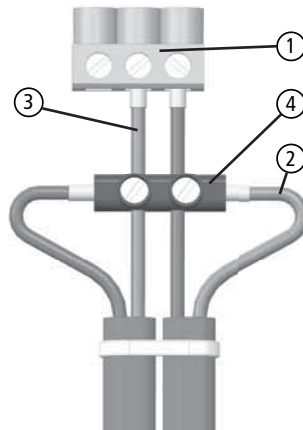

Abb. 3.11 Verkleben von 2 Türschaltern bei Geräten mit 2 Türen (DS-Version)
- ③ die braune Ader des ersten Türschalters im Anschluss-Stecker anschließen - in der mittleren Klemme,
- ④ die braune Ader des ersten Türschalters und die blaue Ader des zweiten Schalters mit einer Kabelklemme („Lüsterklemme“) verbinden (Abb. 3.11),
- ⑤ die Funktion der Türschalter prüfen - das Öffnen jeder der beiden Türen muss zu der korrekten Meldung der LEDATRONIC („Tür auf“) führen.